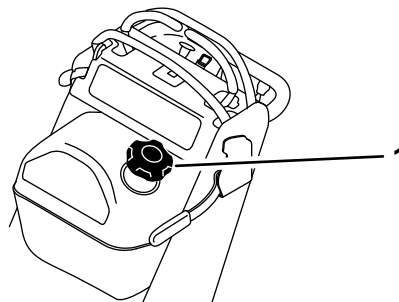

図 39
- 燃料タンク内部に異物が入るのを防止するために、燃料キャップの周囲をきれいに拭く 図 39。
- サイホンポンプを使って燃料タンクから燃料を抜き出す 図 39。